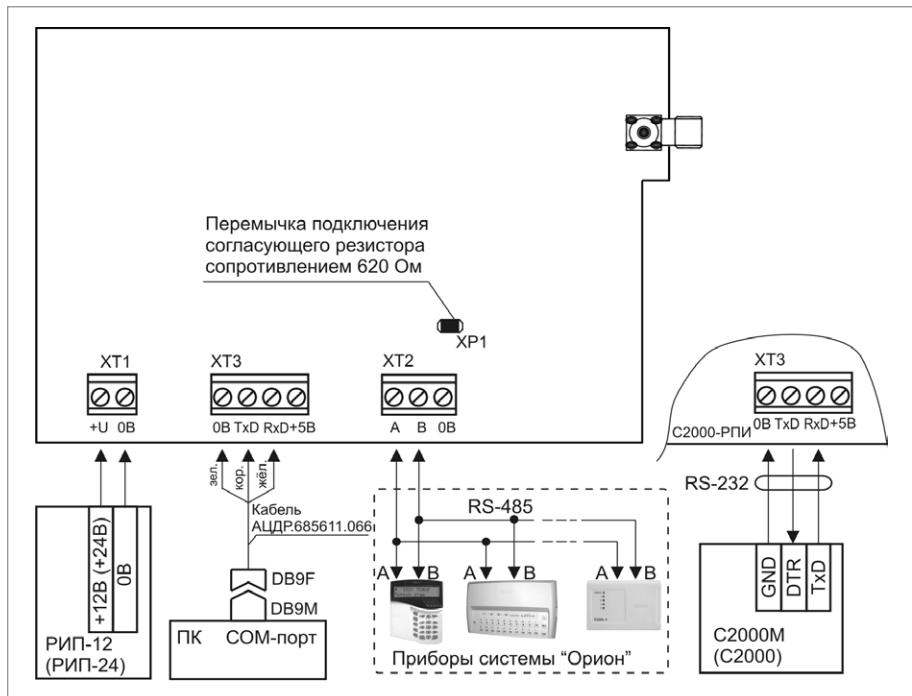

Рисунок 2.
1.3. Подключите РПИ в соответствии с проектной документацией и схемой на рис. 2. Обращаем Ваше внимание на то, что перед монтажом используемые РПИ должны быть объединены в сеть.